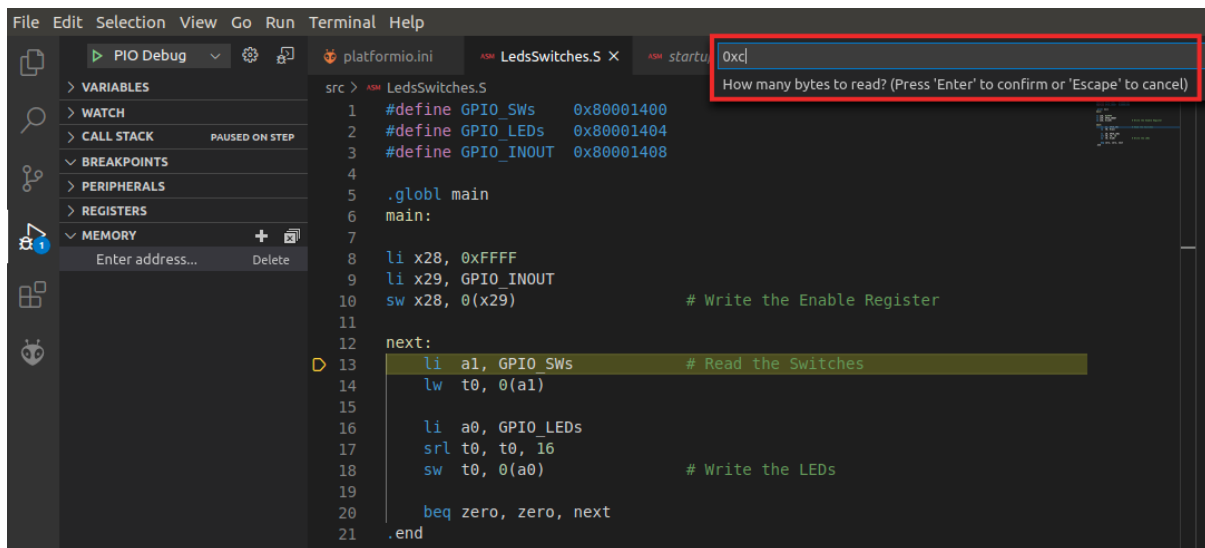

Figura 57. Número de bytes a mostrar
- c. Em seguida, é pedido o número de bytes que se pretende inspecionar (Figura 57), por isso, insira um valor de 0xc (queremos inspecionar três